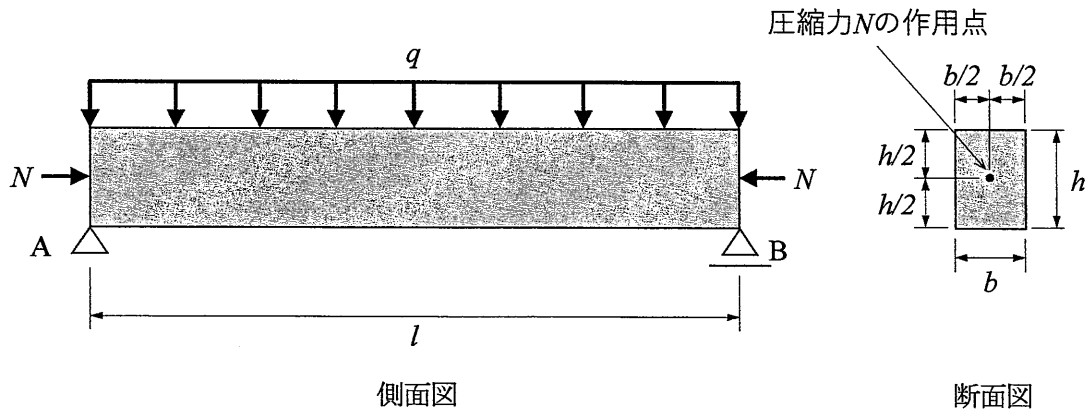

図2 圧縮力 N を作用させた梁
- (1) A点およびB点の支点反力 V_A 、 V_B を求めよ。なお、解答欄の自由物体図(フリーボディ図)に支点反力の矢印を記入すること。
- (2) 最大曲げモーメント M_{max} を求めよ。
- (3) 曲げモーメントによる最大引張応力 σ_{max} を求めよ。
- (4) 最大引張応力をゼロにするように、図2に示す断面の中央に圧縮力 N を作用させたい。このとき、圧縮力 N を求めよ。